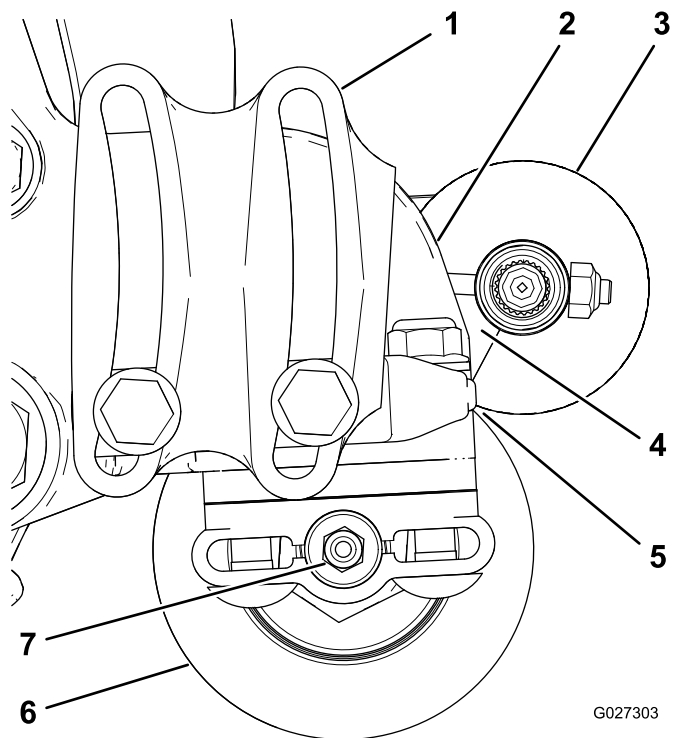

図 14
2. ローラブラシが後ローラにわずかに触れるまたは乗るように、ローラブラシの位置を決める **図 14**。